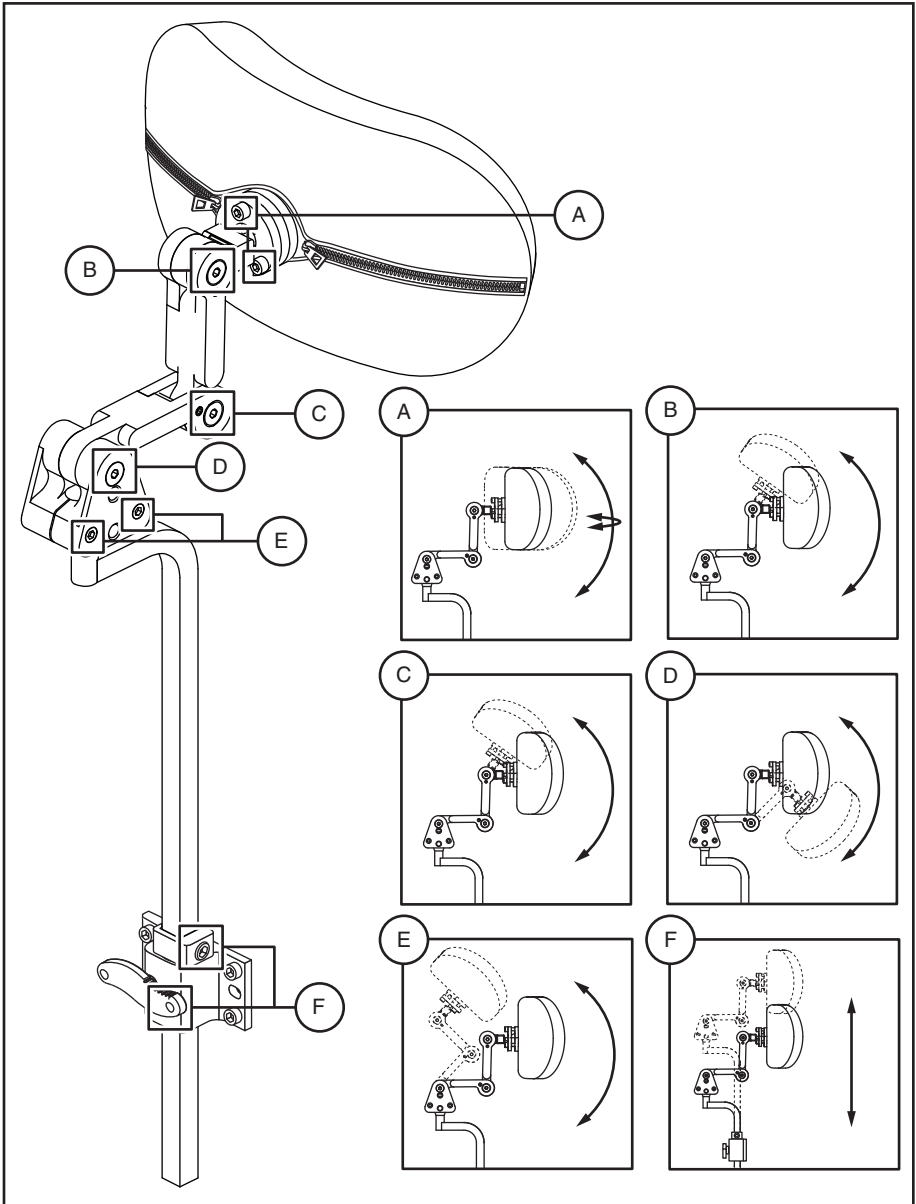

Abbildung 25. Komponenten zur Anpassung der Kopfstütze
1. Lockern Sie die Einstellschrauben, die mit den gewünschten Anpassungen korrespondieren. **Siehe Abbildung 25.**